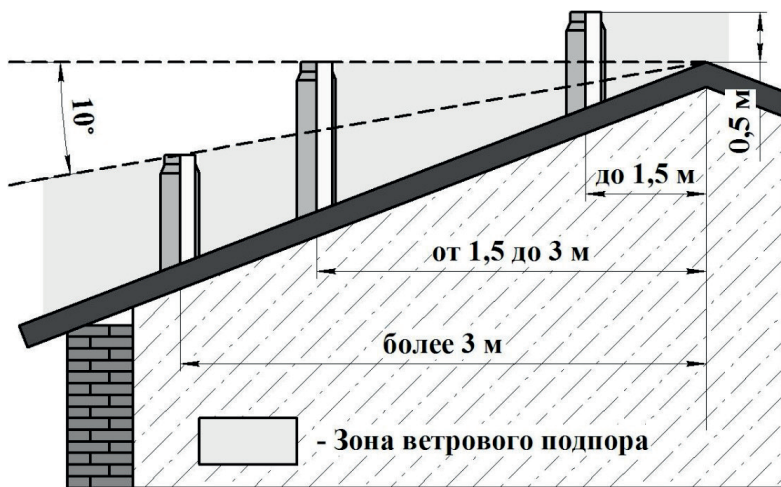

Рисунок 7 — Требования к высоте дымохода
- не ниже линии, проведенной от конька вниз под углом 10° к горизонту при расположении дымовой трубы от конька на расстоянии более 3 м. (см. Рисунок 7)